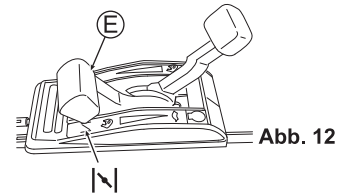

Abb. 12
3. Stellen Sie den Gashebel (E) auf Choke "I". (Siehe Abb. 12) (Wenn der Motor warm ist, kann er auch gestartet werden, indem Sie den Hebel auf "II" stellen.)